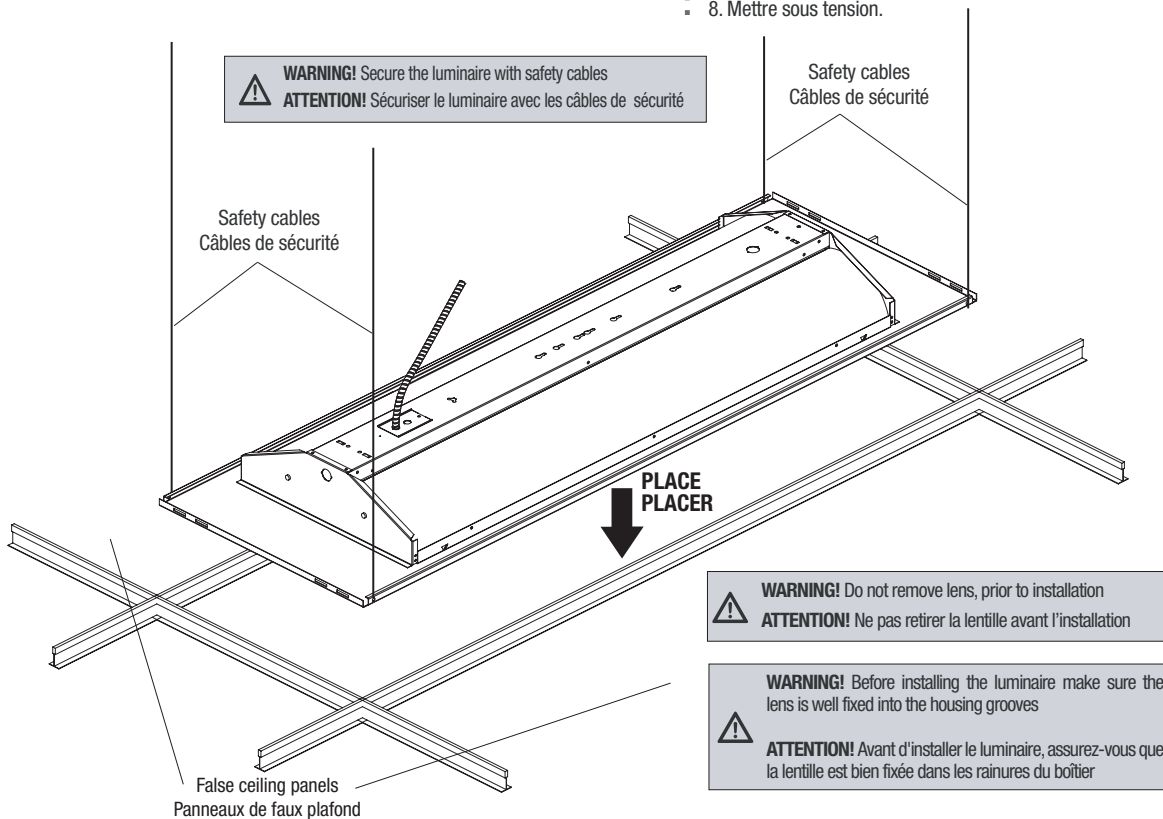

Fig. 1
2. Angle the fixture into the required opening and place it onto the suspended T-bars grid ceiling (Fig. 1).
7. Secure the luminaire with the four safety cables (not included) as shown in Fig. 1.
2. Incliner le luminaire dans l'ouverture prévue dans le plafond et le placer de façon à ce qu'il s'emboîte sur la grille des barres en "T" inversé dans le plafond (Fig. 1).
7. Sécuriser le luminaire avec les quatre câbles de sécurité (non fournis) comme indiqué sur la Fig. 1. Fixer fermement une extrémité de chaque câble de sécurité au luminaire et l'autre extrémité à la structure du plafond.